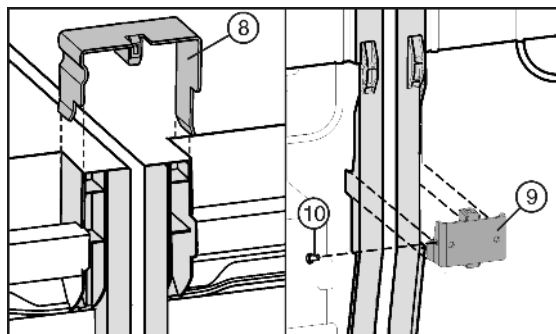

Fig. 7
- ▶ Helyezze be az összekötő kapcsot Fig. 7 (8) fenn a középső oldalfalakba.
- ▶ Az összekötő szögvasat Fig. 7 (9) lent helyezze az illeszkedő nyílásba.
- ▶ Ha az összekötő szögvas lazán ül, csavarral Fig. 7 (10) erősítse meg.